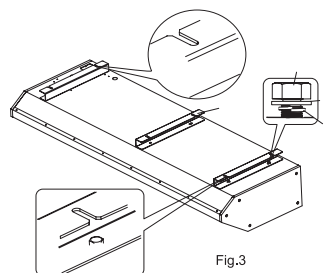

Fig.3
4. Para montagem no teto, instale os suportes na tampa superior da unidade interna, utilizando os respectivos parafusos e arruelas, verificando a posição dos mesmos, conforme a fig. 3. Note que os suportes das extremidades devem ficar em posição "oposta" para prevenir o deslizamento, e conseqüente queda do produto.